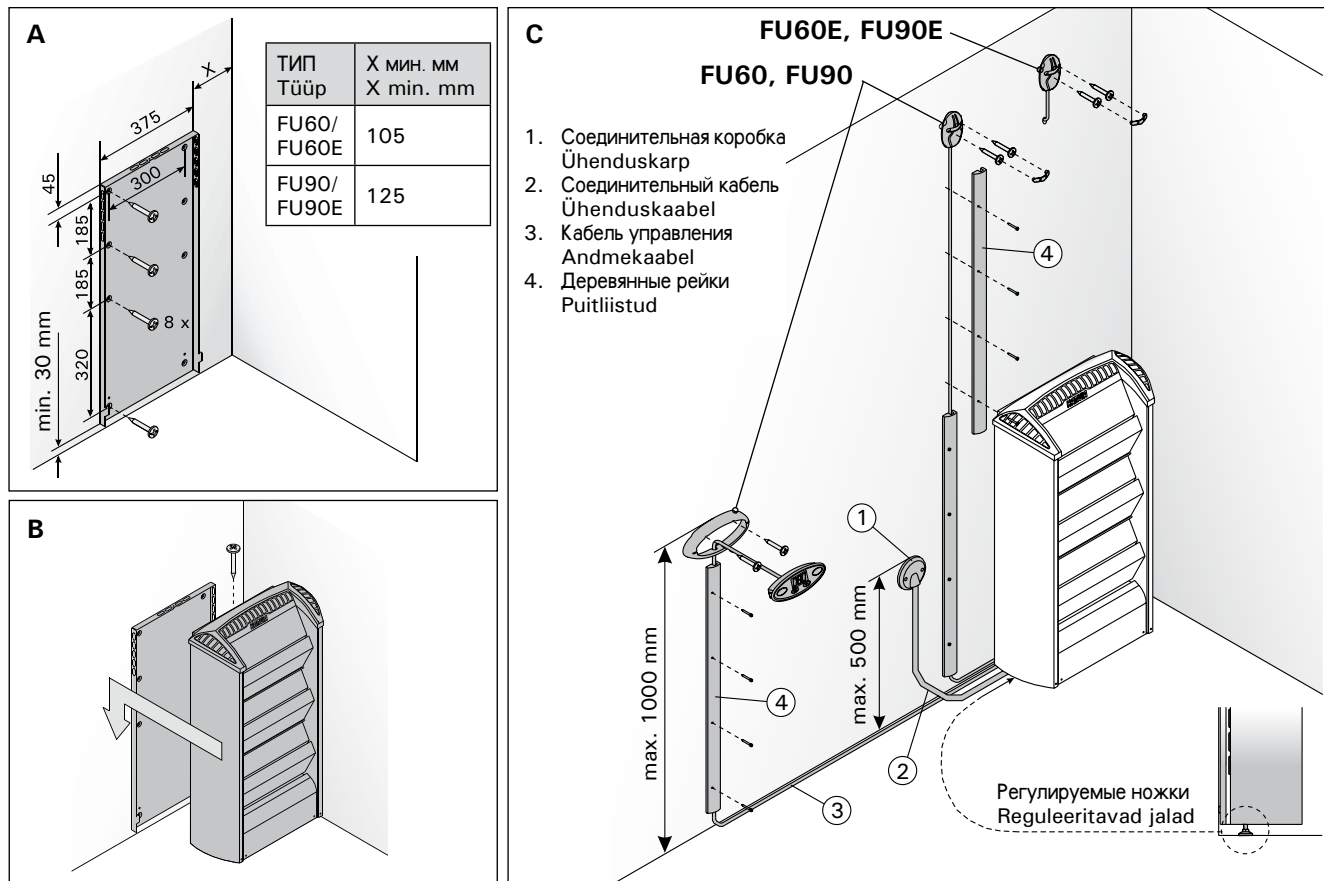

Рисунок 9. Расположение монтажной рамы каменки и подключение каменки
1. С помощью прилагаемых шурупов прикрепите к стене монтажную раму, соблюдая минимальные расстояния, указанные в таблице 2 и на рис. 5. Установка рамы изображена на рис. 9.
Сечение проводов, подходящих к управлению нагревом и к сигнальной лампочке, должно соответствовать питающему кабелю каменки. Каменка гибким кабелем подсоединяется к соединительной коробке в стене сауны. См. рис. 9. В качестве кабеля следует использовать резиновый кабель типа HO7RN-F или подобный.
Панель управления каменки FU поставляется в комплекте с тремя деревянными рейками, которыми можно закрыть кабель управления, установочным фланцем и двумя винтами для крепления панели на удобной высоте. Если в стене имеется канал для прокладки кабелей, то кабель, ведущий к панели управления, можно скрыть в стене. В противном случае монтаж следует производить по поверхности стены. См. рис. 9. Сигналы, передаваемые панелью управления, являются слабосигналами. Поэтому панель безопасна при установке на основание из любого материала.